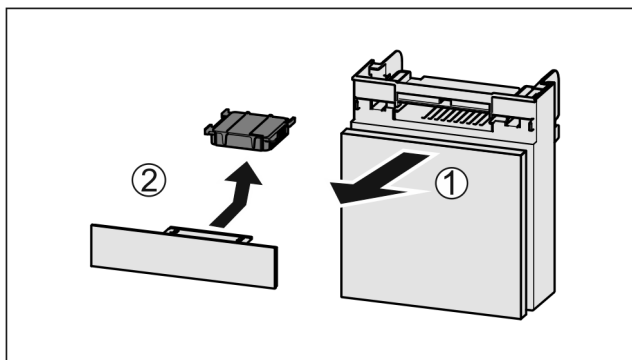

Fig. 103
- ▶ Издърпайте Fig. 103 (1) напред отделението.
- ▶ Извадете Fig. 103 (2) филтъра с активен въглен.